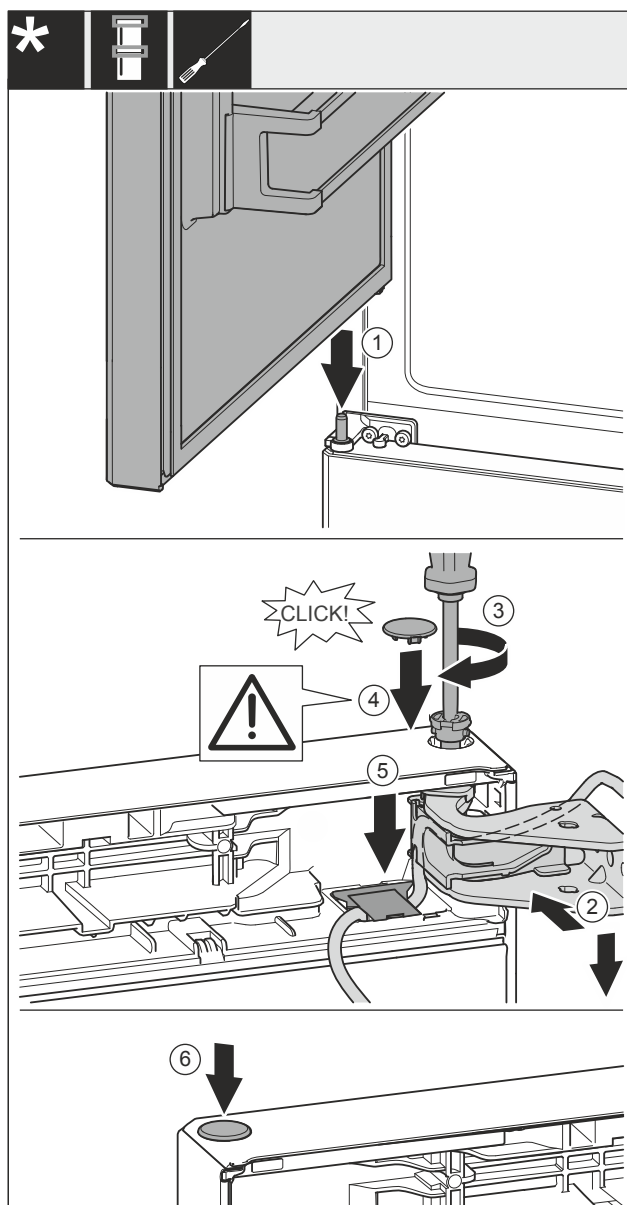

Fig. 46
- ▶ 冰箱上方门放置在中间轴承螺栓 Fig. 46 (1)上。
- ▶ 将冰箱门的上方对准托架 Fig. 46 (2)中的开口。
- ▶ 放入螺栓 Fig. 46 (3)并用螺丝刀拧紧。
- ▶ 装入盖板 Fig. 46 (4)。
- ▶ 检查盖板 Fig. 46 (4)是否紧贴在冰箱门上。
- ▶ 将盖板 Fig. 46 (5)安装并朝下按压，直到其卡入到位。
- ▶ 装入盖板 Fig. 46 (6)。